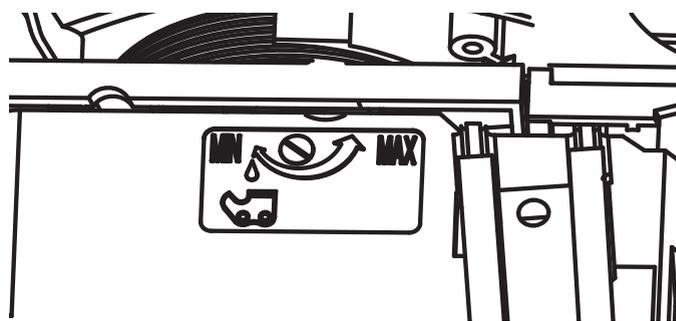

Fig. 23
- Pour augmenter le débit d'huile, tournez la vis d'ajustement automatique de l'huile dans le sens contraire des aiguilles d'une montre à l'aide du tournevis à tête plate (Fig. 23).
- Pour diminuer le débit d'huile, tournez la vis d'ajustement automatique de l'huile dans le sens des aiguilles d'une montre à l'aide du tournevis à tête plate (Fig.23).